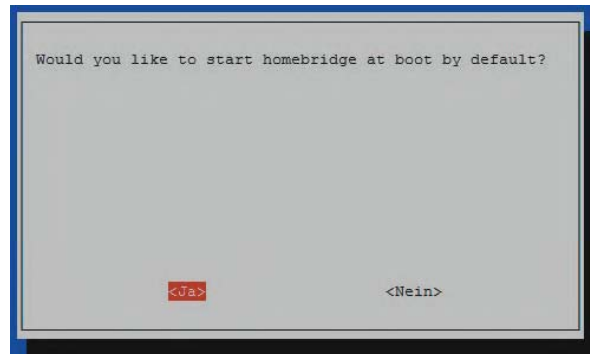

Bild 7: HomeBridge automatisch mit dem Booten des Raspberry starten
13. Als Nächstes werden wir gefragt, ob die HomeBridge automatisch beim Neustart des Raspberry Pi starten soll, welches wir mit „Ja“ bestätigen (Bild 7).